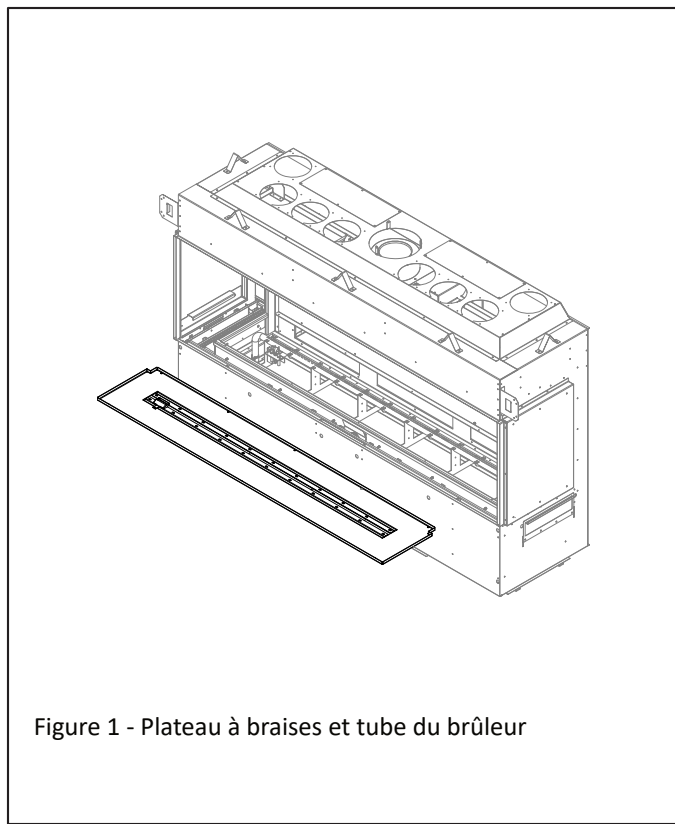

Figure 1 - Plateau à braises et tube du brûleur
3. Retirez le plateau à braises et le tube du brûleur. Voir la Figure 1 pour identifier le brûleur et le plateau à braises.